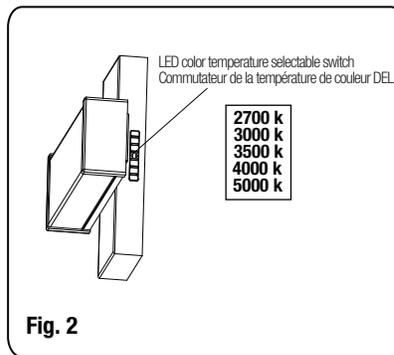

Fig. 2
4. Select the desired LED color temperature by using the switch of luminaire situated on the lateral side of the canopy (Fig. 2).
6. Pull the power supply wires from the junction box through the center opening of the mounting bracket (Fig. 2).
4. Sélectionner la température de couleur de DEL souhaitée en utilisant le commutateur du luminaire situé sur le côté latéral du pavillon de recouvrement (Fig. 2).
5. Orienter le support de montage de sorte que les bras soient éloignés de la boîte de jonction. Tirer les fils d'alimentation de la boîte de jonction à travers de l'ouverture centrale du support de montage (Fig. 2).